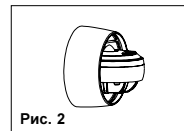

Рис. 2
- Закрепите монтажное кольцо на корпусе динамика и выполните необходимые подсоединения, после чего вставьте твитер (выводами вперед) в обойму (Рис. 2).